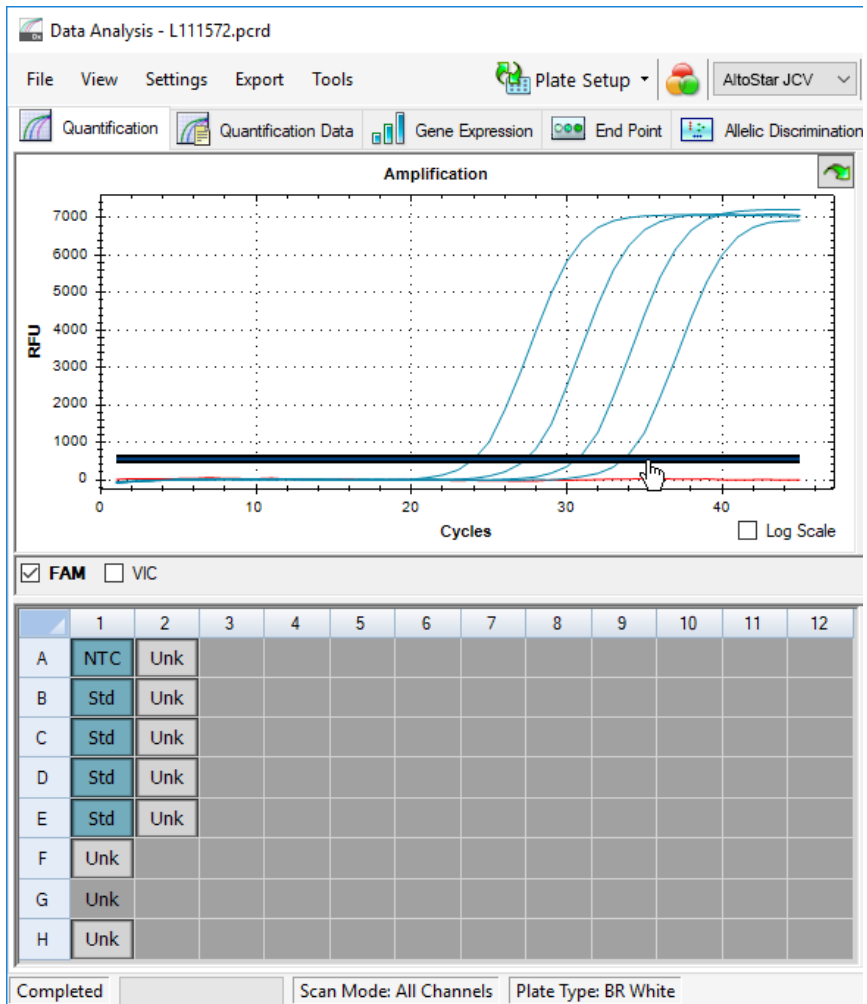

Abb. 10: Fenster Data Analysis (Datenanalyse): Festlegen des FAM™ Schwellenwerts
5. Entfernen Sie links im Fenster Data Analysis (Datenanalyse) das Häkchen aus dem Kontrollkästchen neben **VIC** und setzen Sie das Häkchen im Kontrollkästchen neben **FAM** für den Detektionskanal der JCV-Zielsequenz (siehe Abbildung 10).
- Wählen Sie nur die Wells mit der NTC und den QS in der Platten-Ansicht des Fensters Data Analysis (Datenanalyse) aus (siehe Abbildung 10).
- Ziehen Sie den Schwellenwert deutlich über das Signal der NTC hinaus in den exponentiellen Bereich der Signale der QS (siehe Abbildung 10).